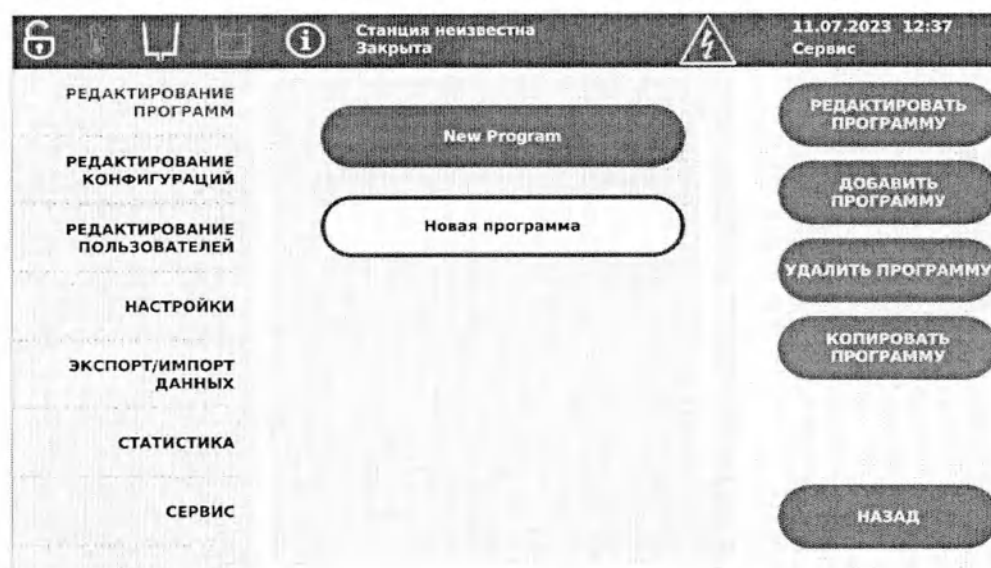

Рисунок 6.16 – Вкладка меню
6.4.4 На данной вкладке также можно получить доступ к системной информации и функциям создания программ (Рисунок 6.16).